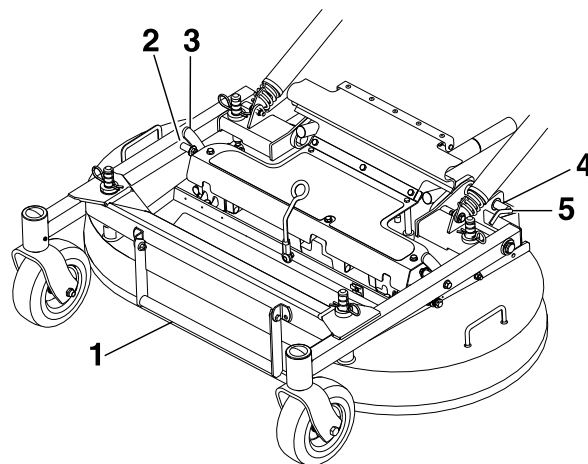

Figure 25
3. Tout en gardant le cadre avant baissé, levez le plateau d'un côté pour que le verrou s'engage sur la goupille fixe du cadre avant (Figure 25).